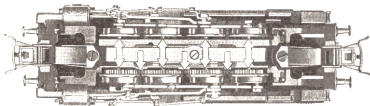

Fig. 4 Schmierstellen von unten
3. Lubrication. We advise lubricating the armature bearings (see figs. 2 and 3) and also the gear bearings, after the engine has been running a little while, taking the engine casing off for the purpose. (See Point 4.) The axle bearings marked by arrows in fig. 4 must also be lubricated. Never give more than a drop or two of oil to any bearing. Over-oiling causes a film of dirt to form that may cause breakdown on the railway. We recommend **MÄRKLIN 7199** lubricating oil or winter grade car engine oil; edible oil, i. e., salad oil, must not be used on any account. The bearing just mentioned must be lubricated again after the engine has run for a time.
7. The collector shoe sliding contact must be kept clean, and should be polished with fine emery paper if necessary, though be careful not to let any dust fall into the engine when doing this. If the sliding contact should become worn after running a long time it can be removed simply by taking out the screw shown in fig. 4 and replaced by a new contact No. **7173** equally easily. When placing the new shoe in position be careful about the correct position of the contact plates.
3. Graissage. Nous conseillons de graisser les paliers d'induit après quelque temps de fonctionnement (Voir figure 2-3). Pour y avoir accès il faut démonter la caisse de la locomotive (Voir § 4). Il faut en outre graisser les paliers des essieux montrés sur la figure 4. Amener une à deux gouttes d'huile sur chaque palier; un graissage excessif nuit au bon fonctionnement de la locomotive par suite de formation de combouis. Nous conseillons l'emploi d'huile MARKLIN 7199 ou d'auto (huile d'hiver) comme lubrifiant; l'emploi d'huile de table est à proscrire. Procéder à un tel graissage à intervalles réguliers.
7. Frotteur. Le frotteur doit être maintenu en parfait état de propreté. De temps en temps il faut le nettoyer à l'aide de papier émeri fin en veillant à ce que la poudre d'émeri ne tombe pas dans la locomotive. Pour remplacer le frotteur usé, il suffit de défaire la vis montrée sur la figure 4. Remplacer le frotteur démonté par un frotteur neuf No. 7173. Lors du montage il faut veiller à ce que la plaque d'isolement soit correctement disposée.
3. Lubrificazione. Dopo breve funzionamento consigliamo di lubrificare i supporti dell'indotto (vedi figg. 2 e 3) e delle ruote matrici. A questo scopo occorre togliere il mantello della locomotiva (vedi punto 4). Inoltre sono da olearsi i supporti degli assi indicati con frecce nella fig. 4. Su ogni punto da oleare non si devono mettere più di 1-2 gocce di olio. Una maggiore lubrificazione produce la formazione di uno strato di sudicio che può procurare dei disturbi di funzionamento. Come lubrificante raccomandiamo l'olio MARKLIN **7199** oppure olio invernale per automobili; in nessun caso si deve usare olio commestibile. Dopo un certo periodo di corsa è utile ripetere la lubrificazione come indicato.
7. Pattino. Il pattino deve essere tenuto sempre pulito. Eventualmente sfregarlo leggermente con finissima carta smerigliata facendo attenzione che la polvere non cada nella macchina. Se dopo lungo uso il pattino risultasse consumato, esso può essere facilmente sostituito togliendo la vite visibile nella fig. 4 ed applicando un nuovo pattino **7173**. Inserendo il nuovo pattino fare attenzione alla giusta posizione delle piastre di contatto.
- 7. Släpskor.** Släpskon skall alltid hållas ren. Den kan rengöras med fin smärgelduk, varvid man smelletid måste se till att de avslipade partiklarna inte faller ned i loket. När en nedsliten släpska behöver bytas, sker detta på ett mycket enkelt sätt, se fig. 4. Den mitt på släpskon placerade skruven lossas, varefter släpskon lätt lyftes ur och en ny släpska **7173** skruvas fast. Se noga till att kontaktplassen sitter rätt.
3. Smering. Het verdient aanbeveling na kort gebruik de lagers van het anker te smeren (zie fig. 2 en 3), alsmede de lagers van de tussenraderen. Hiervoor moet de kap worden verwijderd (zie punt 4). Bovendien moeten, minder dikwijls, maar toch van tijd tot tijd, de in fig. 4 met pijlen gemerkte lagers een druppeltje olie hebben. Ieder lager mag niet meer dan 1-2 druppels olie hebben; overdadig smeren veroorzaakt storingen door de vorming van een laag vet met vuil. Als geschikte olie kunnen wij aanbevelen de **MÄRKLIN-smeerolie 7199** of winter-auto-olie, terwijl beslist nooit sla- of bakolie mag worden gebruikt. Bovengenoemde lagers moeten van tijd tot tijd opnieuw gesmeerd worden.
7. Sleepcontact. De sleepschoen moet altijd schoon zijn. Eventueel met fijn schuurpapier afschuren, echter goed oppassen, dat er geen schuursel in de machine valt. Mocht na lang gebruik de sleepschoen zijn versleten, dan kan eenvoudig door het losdraaien van de in fig. 4 zichtbare schroef het sleepcontact door een nieuw (**no. 7173**) worden vervangen. Bij het vastschroeven van de nieuwe sleper moet er op worden gelet, dat het contactplaatje goed ligt.